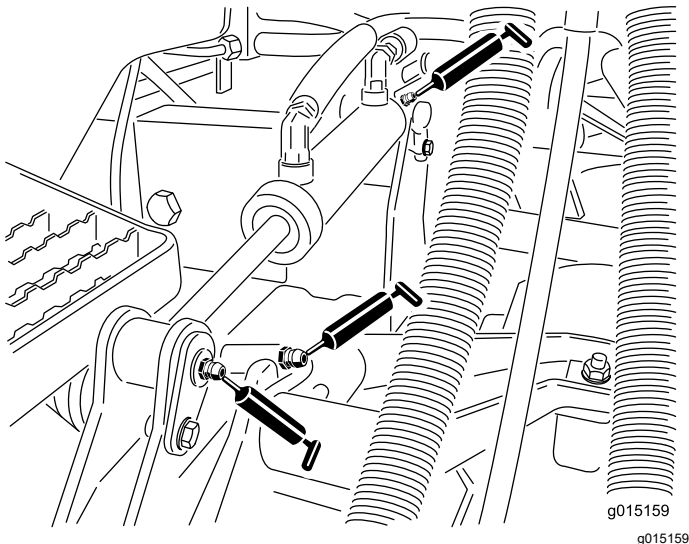

Bild 72
- Hubarmbüchsen (1 pro Schneideinheit) (Bild 72)
- Hubzylinderbüchsen (2 pro Schneideinheit) (Bild 72)